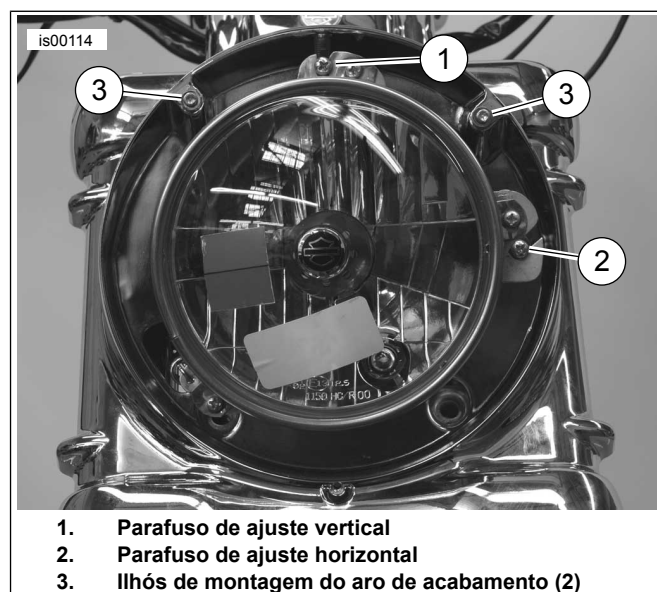

Figura 8. Ajuste do farol dianteiro
- a. Veja Figura 8. Levante ou abaixe a luz do farol dianteiro, caso necessário, girando o parafuso de ajuste vertical (1). Gire o parafuso no sentido horário para levantar o feixe ou no sentido anti-horário para abaixá-lo.
- b. Veja Figura 8. Ajuste o feixe de luz do farol dianteiro para a esquerda ou para a direita, caso necessário, girando o parafuso de ajuste horizontal (2). Gire o parafuso no sentido horário para ajustar o feixe para o lado direito da motocicleta ou no sentido anti-horário para ajustar o feixe para o lado esquerdo da motocicleta.